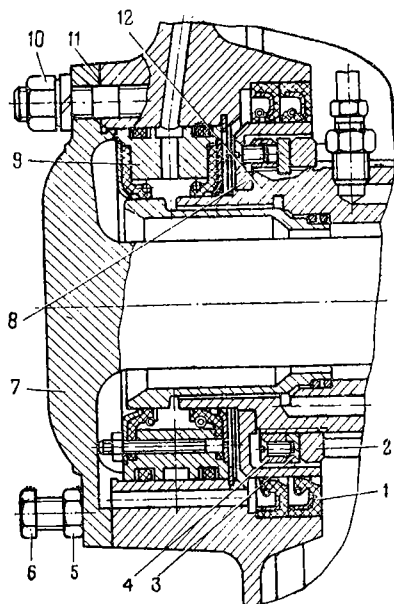

Рис. 29. Установка полуоси заднего моста:
1. Отвернуть гайки 10 (рис. 29) крепления полуоси 7
1. Установить прокладку 11 (рис. 29) фланца полуоси на ступицу тормозного барабана 12 и вставить полуось 7 в кожух полуоси.